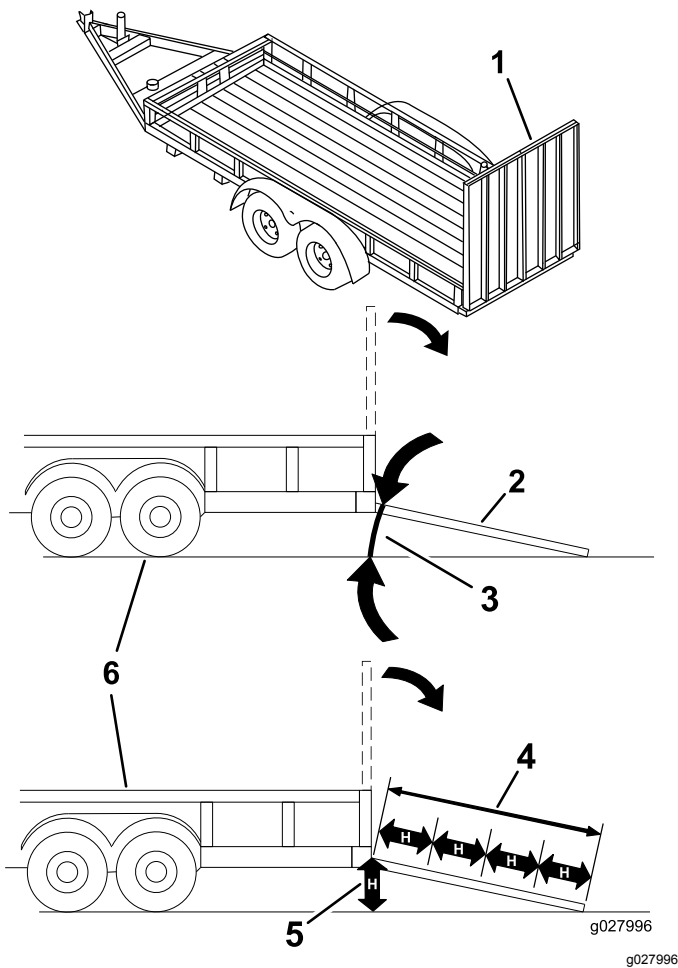

Bild 35
Beim Verladen einer Maschine auf einen Anhänger oder Pritschenwagen erhöht sich die Gefahr, dass die Maschine umkippt und schwere oder tödliche Verletzungen verursacht (Bild 35).
1. Senken Sie die Rampe ab und stellen Sie sicher, dass der Winkel zwischen der Rampe und dem Boden höchstens 15 Grad beträgt (Bild 35).